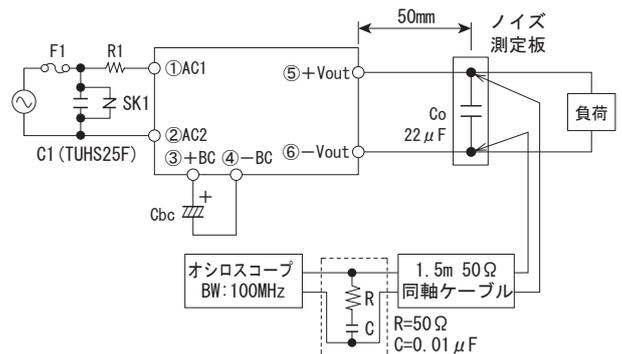

図2.13 電気特性の測定回路
- 出力リップルおよびリップルノイズは図2.13に規定する方法にて測定した値です。Cbcの容量は表2.2の推奨容量を参照してください。